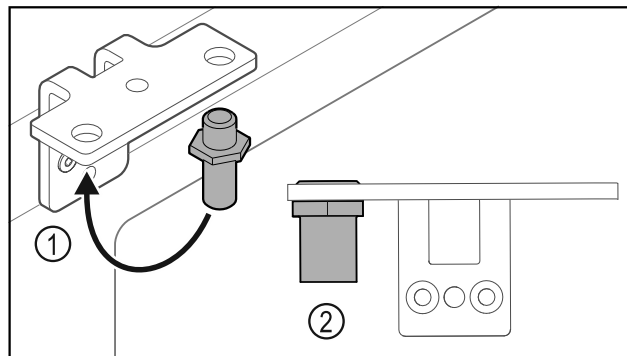

Fig. 31
- Bouten Fig. 31 (1) naar de scharnierhoek verplaatsen.
- Bouten Fig. 31 (2) met **aanhaalmoment van 12 Nm** vastdraaien.